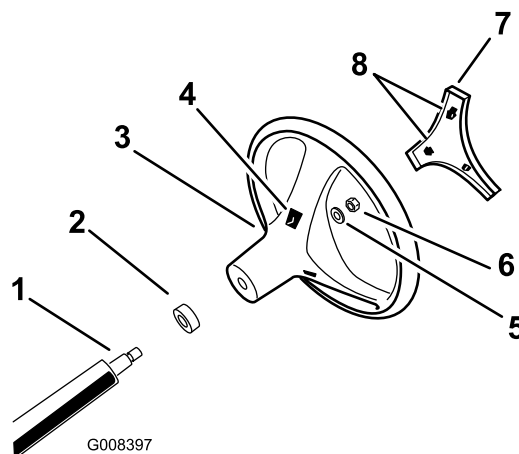

Figure 3
4. Fixez le volant sur l'arbre au moyen d'un contre-écrou serré à un couple de 24 à 29 N·m, comme montré à la Figure 3.
5. Placez les languettes du couvre-moyeu en face des fentes dans le volant et enclenchez le couvre-moyeu sur le moyeu du volant (Figure 3).